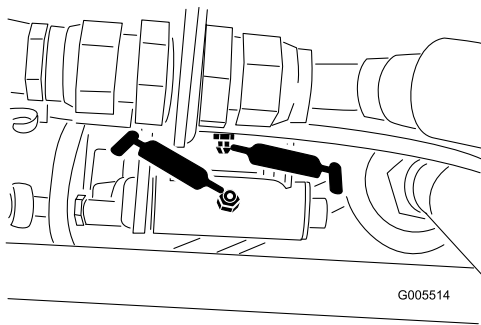
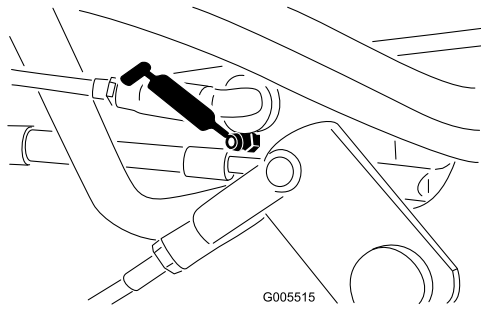

Figura 44
Figura 45
- Tiranteria del selettore di velocità (Figura 44 & Figura 45)